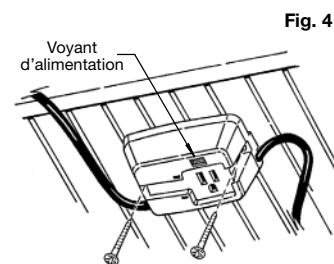

Fig. 4
7. Le voyant d'alimentation (à côté de la prise sur la boîte de contrôle) s'allumera seulement lorsque le câble de dégivrage de toit est mis sous tension. *Fig. 4.*